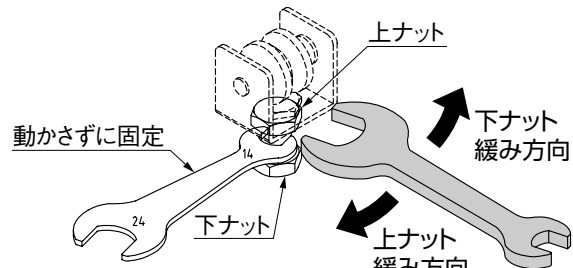

図4-4
- ② ①の状態、上ナット・下ナットをスパナの対辺24側で緩めてください。（図4-4参照）